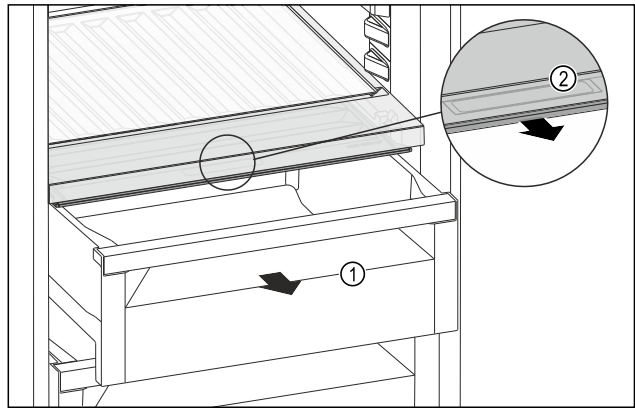

Fig. 138
- Retirer le tiroir Fig. 138 (1).
- Saisir la poignée encastrée Fig. 138 (2) du couvercle du compartiment et tirer le couvercle du compartiment par l'avant.